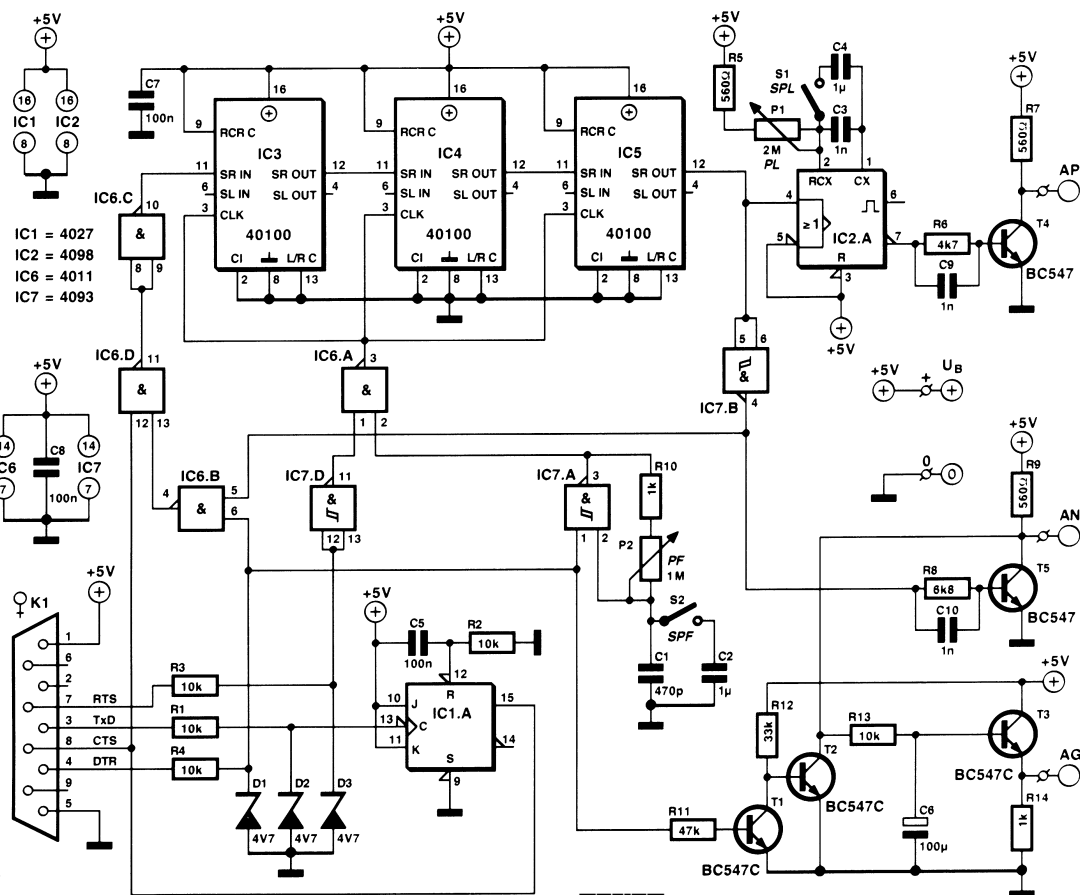

Рис.30
Программируемый генератор импульсов (рис.30) Б.Олеркинга способен генерировать любую последовательность от 1 до 48 импульсов с частотой повторения от 0,1 Гц до 100 кГц. Частота регулируется переключателем S2 (SPF) с резистором P2 (PF), задающими частоту тактового генератора на триггере Шмитта IC7A, а длительность